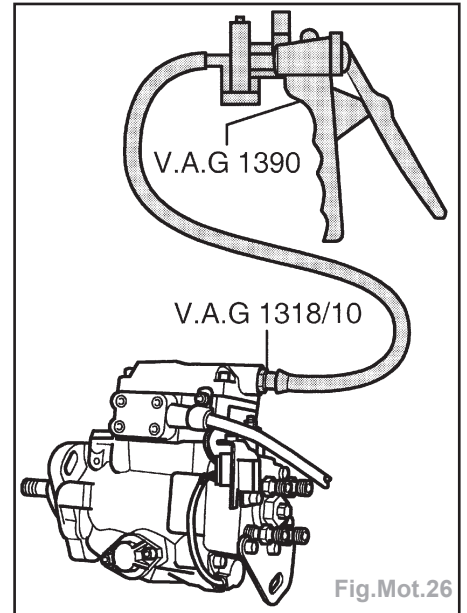

Fig.Mot.26
- Remplir comme suit la pompe d'injection avec du gazole (Fig.Mot.26) :